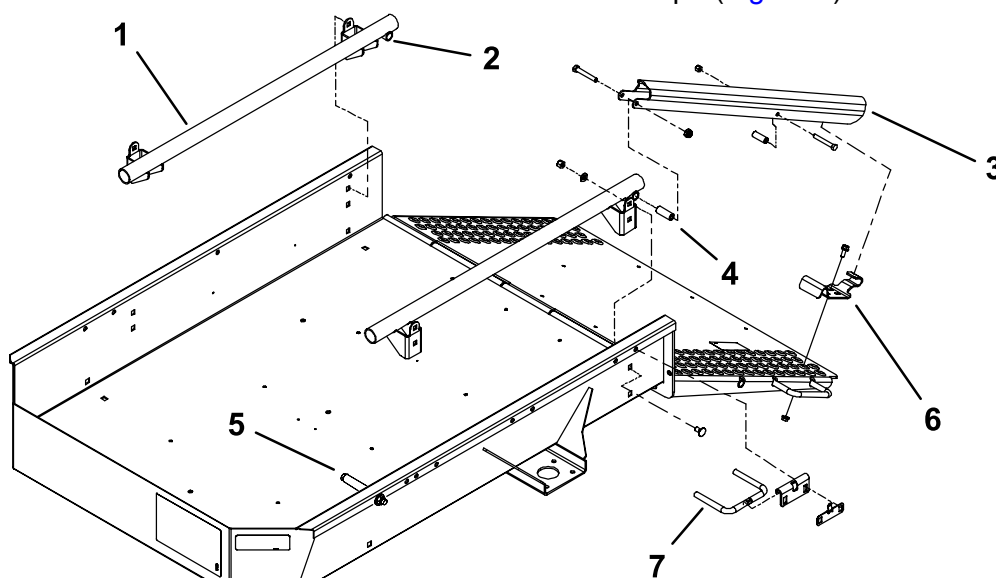

Figura 1
2. Retire el tornillo con caperuza ($\frac{3}{8}$ " x $2\frac{1}{2}$ "), el espaciador, la arandela y la contratuerca que sujetan una rampa de carga a la parte trasera de cada conjunto de tubo (Figura 1).
3. Retire los tornillos con arandela prensada ($\frac{5}{16}$ " x $\frac{3}{4}$ ") y las contratuercas con arandelas prensadas que sujetan cada chapa de sujeción a la rampa (Figura 1).
4. Retire el tornillo con caperuza y la tuerca que sujetan el tope del remolque a cada lado del remolque (Figura 1).
5. Retire los 4 pernos de cuello cuadrado, las arandelas planas y las contratuercas que sujetan las chapas de montaje del conjunto de tubo a cada lado del remolque (Figura 1).
6. Retire las varillas de sujeción de las ruedas y sus soportes de cada lado del remolque (Figura 1).
9. Monte una rampa de carga en la parte trasera de cada conjunto de tubo con un tornillo de caperuza (3/6" x 2 1/2"), un espaciador, una arandela y una contratuerca (Figura 1).
10. Coloque una chapa de sujeción en cada lado de la rampa, de manera que queden alineadas con la parte inferior de la rampa de carga, que se enganchen las clavijas recubiertas de las rampas de carga y estén alineadas con los taladros de la rampa (Figura 1 y Figura 3). Utilice solo un solo juego de taladros de montaje para cada chapa de sujeción.
11. Monte provisionalmente cada chapa de sujeción a la rampa con tornillos con arandela prensada (5/16"-18 x 3/4") y tuercas con arandela prensada (Figura 1 y Figura 3).
12. Eleve y bloquee la rampa. Ajuste las chapas de sujeción hasta que se enganchen las clavijas y apriete los tornillos y las tuercas con arandela prensada (Figura 1 y Figura 3).
13. Monte las varillas nuevas y más largas de sujeción de las ruedas en los juegos de taladros de montaje delanteros y traseros de cada lado del remolque, usando los soportes y las fijaciones que retiró anteriormente (Figura 1 y Figura 2).